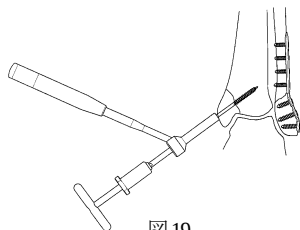

図 19
- 5) 経皮的挿入器のドリルスリーブを取り外し 4.0CCS タップにてプレタップを行います。(図 19) 後端には T ハンドルが接続されます。